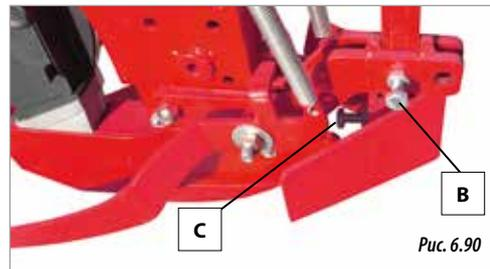

Рис. 6.90
- 1- Ослабить болт (B, рис. 6.90), чтобы освободить анкерный сошник.
- 2- Установить анкерный сошник на нужный уровень заглупления и зажать болт (B, рис. 6.90).
- 3- Ослабить болт (C, рис. 6.90), чтобы освободить комкоотвод.
- 5- Затянуть болт, (C, рис. 6.90) чтобы зафиксировать анкерный сошник и комкоотвод.